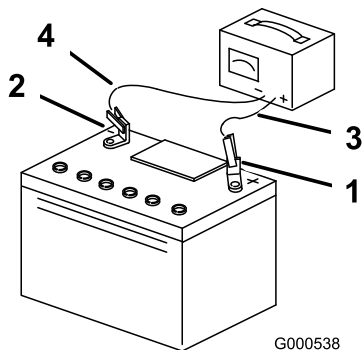

Figura 40
5. Cuando la batería esté completamente cargada, desconecte el cargador del suministro eléctrico, y desconecte los cables del cargador de los bornes de la batería (Figura 40).